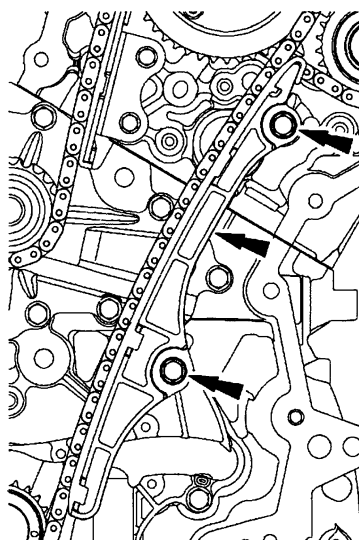

图 15-32 安装左侧主正时链条
15) 安装左侧主正时链条下部导轨和 2 个螺栓, 如图 15-32 所示。将螺栓紧固至 $10\text{N} \cdot \text{m}$ 。